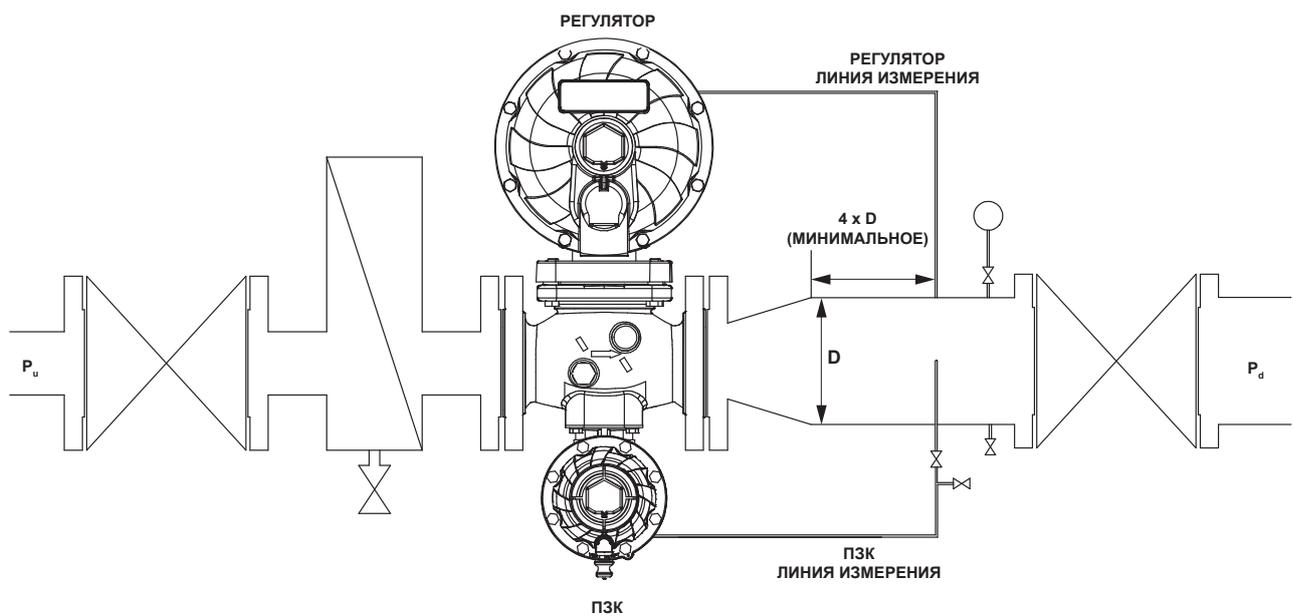

Рисунок 6. Типовая установка
- Подключайте трубопровод линии управления ниже по потоку к соединителю 1/4 NPT в нижней части корпуса и к нисходящей трубе с соблюдением минимального расстояния, равного четырем его диаметрам (см. рисунок 6).
- Подайте номинальное выходное давление сопряженного регулятора на оборудование ниже по потоку. См. рисунок 6.